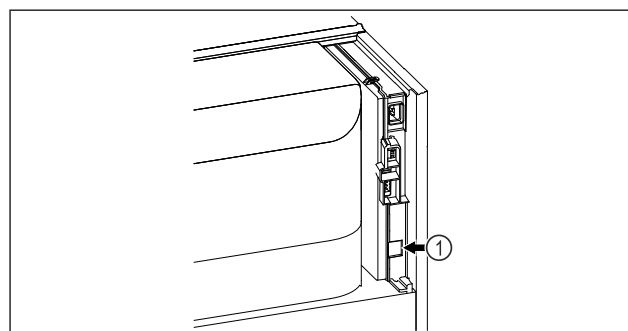

Fig. 99
- SmartModule Fig. 99 (1) on asennettu.